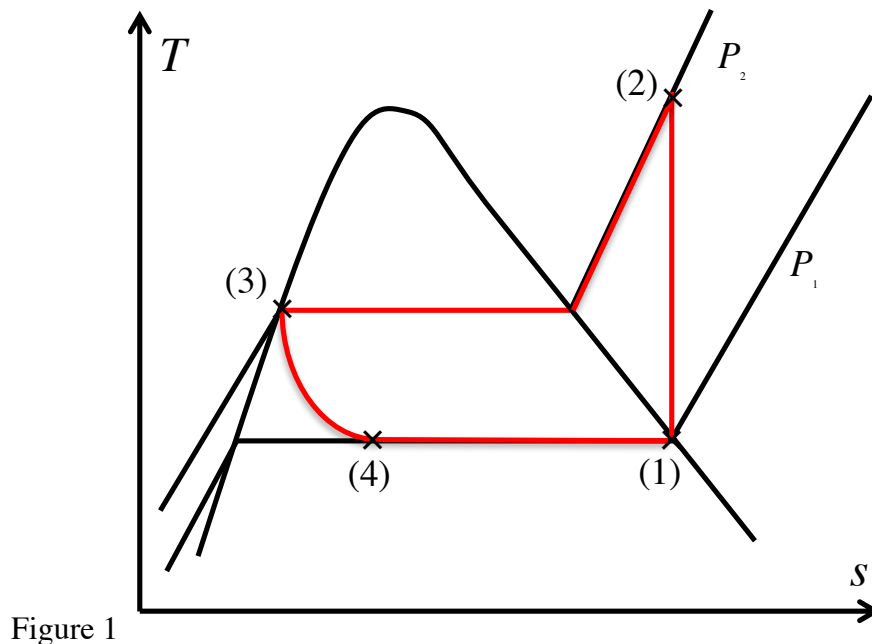

Figure 1
Une machine frigorifique permet de maintenir une température de -18°C dans une chambre froide industrielle. Le cycle décrit par le fluide frigorigène est représenté dans le diagramme entropique de la figure 1, où la transformation $3 \rightarrow 4$ est adiabatique et isenthalpique. Les pressions extrêmes sont $P_1 = 1,4\text{ bar}$ et $P_2 = 8\text{ bars}$. Le débit du réfrigérant est de 180 kg/h .
- En vous appuyant sur la représentation du cycle dans le diagramme entropique (figure 1) :
- précisez les états dans lesquels se trouvent le fluide frigorigène en les différents points du circuit, (1), (2), (3) et (4) ;
- décrivez les transformations subies par le fluide (**type de transformation, nature de l'évolution**) entre (1) et (2), entre (2) et (3) et entre (4) et (1). Quel nom donne-t-on à la transformation (1-2) ?
- Cette machine frigorifique est constituée des quatre organes principaux suivants : un compresseur (C) ; un détendeur (D) ; deux échangeurs thermiques, un évaporateur (E) et un condenseur (L).